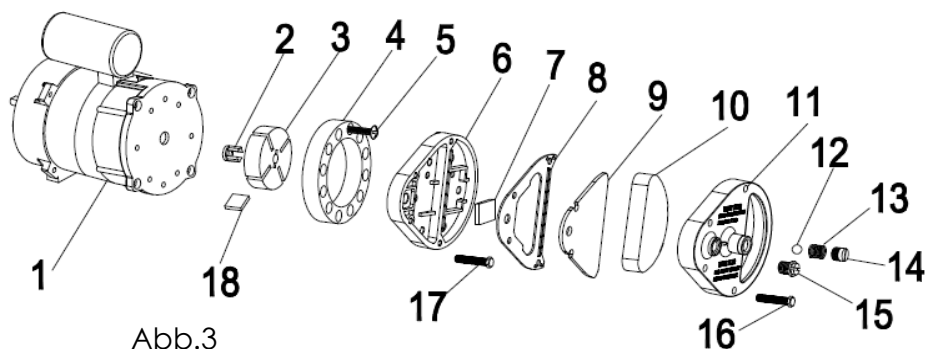

Abb.3
Saubere Luftfilter. Filterendabdeckung (11) entfernen, Lufteinlaugenfilter (10) mit einem leichten Reinigungsmittel waschen und vor der Neuinstallation gründlich trocknen. Luftzufuhrfilter (9) einmal jährlich austauschen (Abb.3)